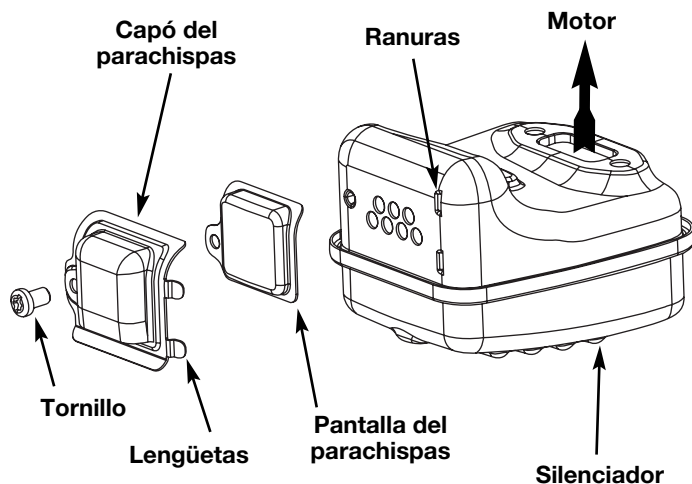

Fig. 31
2. Localice el silenciador, pero no lo quite. Busque el tornillo en la parte inferior del silenciador (Fig. 31). Quite el tornillo usando una llave torx No. 20 o un destornillador plano.